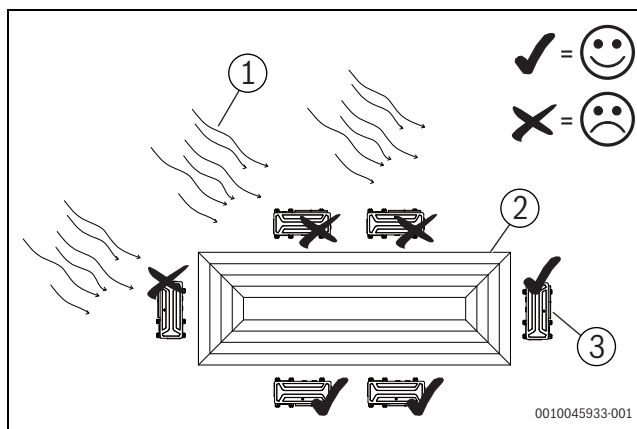

Fig. 172
- Quando si installa un'unità esterna in un luogo frequentemente esposto a forti venti come zone costiere o in cima a un edificio, occorre garantire il normale funzionamento del ventilatore utilizzando un condotto o una protezione antivento (fig. 172)